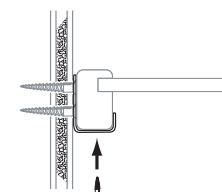

FIG. 1.8
12. Fixer la tablette à tous les crochets en L avec des vis n° 4 de 3/4 pouce (Fig. 1.8).